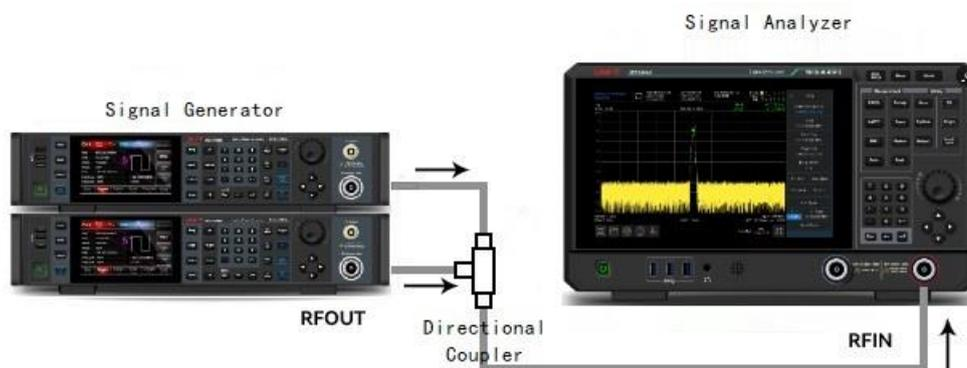

Abbildung 3-4 Geräteeinstellung zum Erfassen eines Signals aus zwei Kanälen
1. Wie in Abbildung 3-4 gezeigt, schließen Sie zwei Signalquellen über einen Richtkoppler an den RF IN-Anschluss an
1. Schließen Sie, wie in Abbildung 3-4 gezeigt, zwei Signalquellen an den Eingangsanschluss des Signalanalysators an.